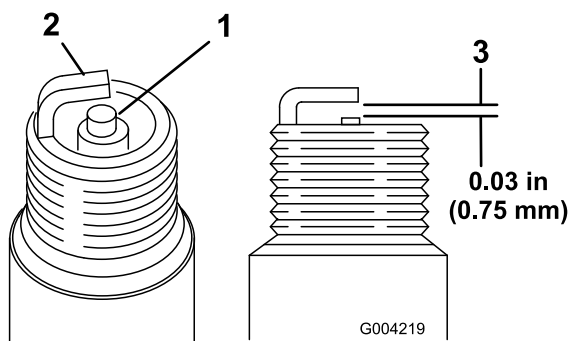

Figura 39
1. Mire la parte central de ambas bujías (Figura 39). Si se observa un color gris o marrón claro en el aislante, el motor está funcionando correctamente. Si el aislante aparece de color negro, significa que el limpiador de aire está sucio.
2. Compruebe la separación entre los electrodos central y lateral (Figura 39).
3. Si la distancia no es correcta, doble el electrodo lateral (Figura 39).